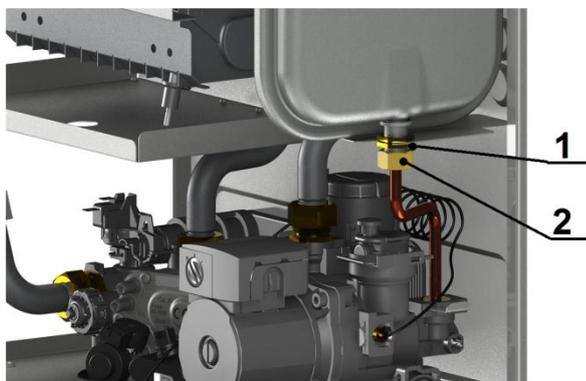
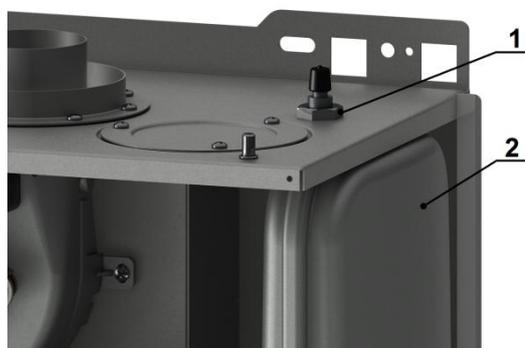

Рис. 18 Демонтаж трубы расширительного бака
Рис. 19 Демонтаж расширительного бака
- ключом на 22 отвернуть гайку (1), см. рисунок 18;
- ключом на 22 отвернуть гайку (2);
- ключом на 22 отвернуть гайку (1), см. рисунок 19;